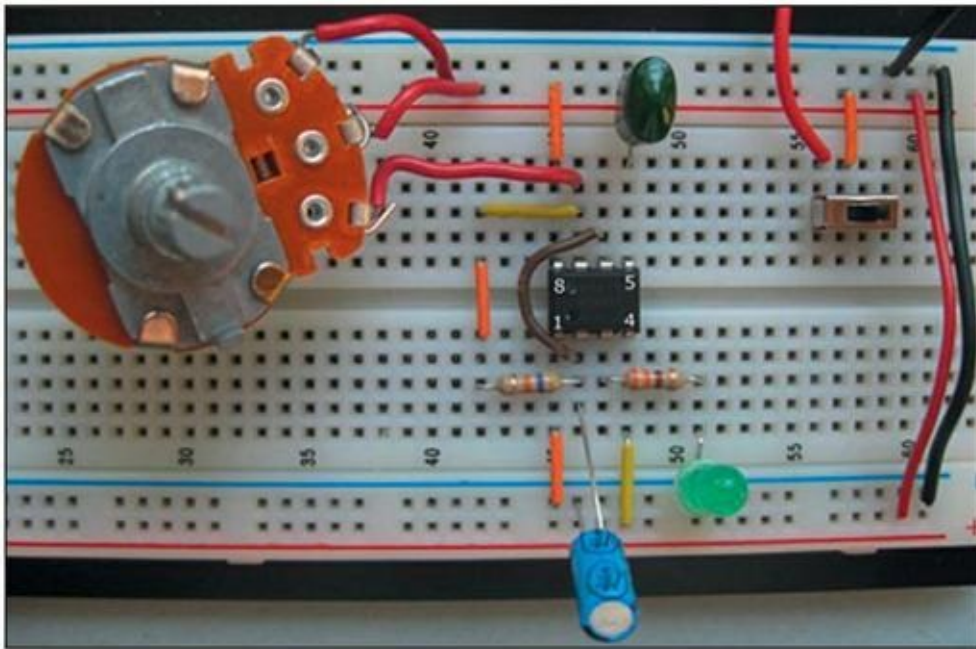

FIGURE 17-2 Un circuit de LED clignotante monté sur une plaque d'essais sans soudure (la numérotation des broches du CI de minuterie 555 a été ajoutée).
Pour voir si la lumière clignote au rythme que vous avez calculé, assemblez le circuit de LED clignotante et faites un essai ! Aidez-vous de la Figure 17-2. S'il s'agit de votre premier circuit, suivez les instructions détaillées dans cette section.
Quand vous assemblez un circuit sur une plaque d'essais sans soudure en utilisant simplement un interrupteur et quelques sections de fil électrique, comme sur la Figure 17-2, il est plus facile d'utiliser l'énergie d'une pile. Utilisez un inverseur simple (SPDT) pour relier la borne positive de la pile au rail d'alimentation positive de la partie supérieure (au Chapitre 4, j'explique le processus en détail). Ensuite,
- 3. Introduisez les deux résistances fixes $R2$ et $R3$ sur la plaque, en vous conformant au schéma et à la Figure 17-2.**
- 4. Introduisez les deux condensateurs $C1$ et $C2$ sur la plaque, en vous conformant au schéma et à la Figure 17-2.**
Comme cela a été mentionné au Chapitre 11, les broches des CI sont numérotées dans le sens contraire des aiguilles d'une montre à partir de l'encoche. Si vous avez placé le CI de minuterie 555 en orientant l'encoche du côté gauche, les connexions des broches se présentent donc comme sur la Figure 17-2.
Aidez-vous de la Figure 17-2 pour brancher ces fils de liaison.